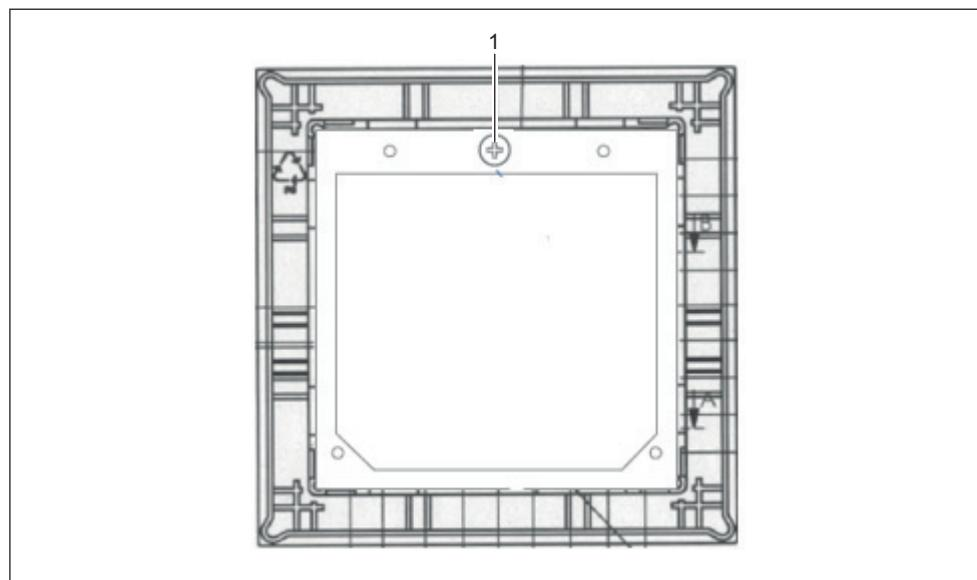

Fig. 18: Stato di fornitura modulo cieco Siedle (non presente nella fornitura)
1. Collegare lamiera morsetti (Fig. 18/1) e rimuoverla dal modulo cieco (non presente nella fornitura).